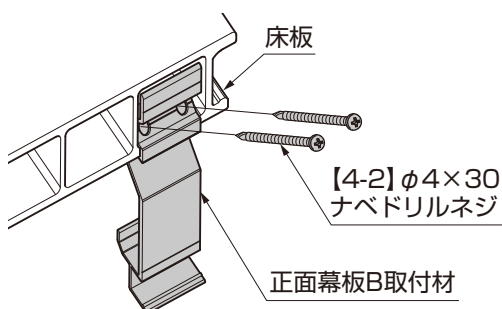

図11-7 樹ら楽の場合
- ③正面幕板B取付材を、床板のホーロー部に【4-2】で固定してください。（図11-7、図11-8参照）